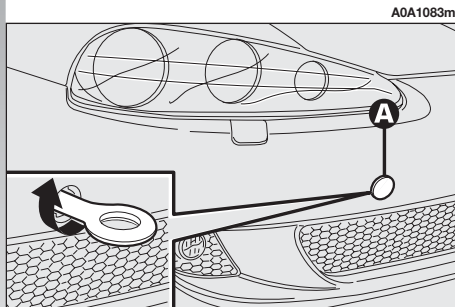
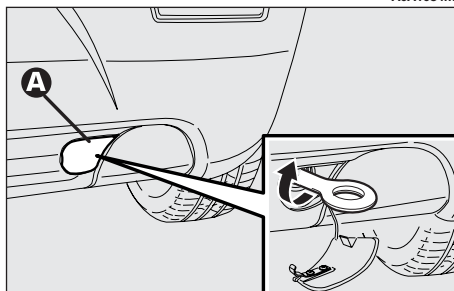

fig. 52
fig. 53
— Rimuovere il coperchietto (A) inserito a pressione sul paraurti anteriore (fig. 52) o posteriore (fig. 53). Per questa operazione, nel caso si utilizzi il cacciavite in dotazione con lama a punta piatta, occorre proteggere la punta stessa con un panno morbido, al fine di evitare l'eventuale danneggiamento della vettura.